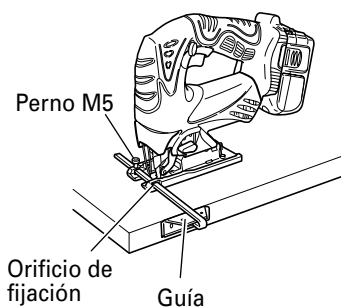

Fig. 17
- (3) Fije la guía haciéndola pasar a través del orificio de fijación de la base y apriete el perno M5. (Fig. 17)
- (4) Ajuste la posición orbital a "0".
Para cortar con precisión utilizando la guía (Fig. 17), ajuste siempre la posición orbital a "0".